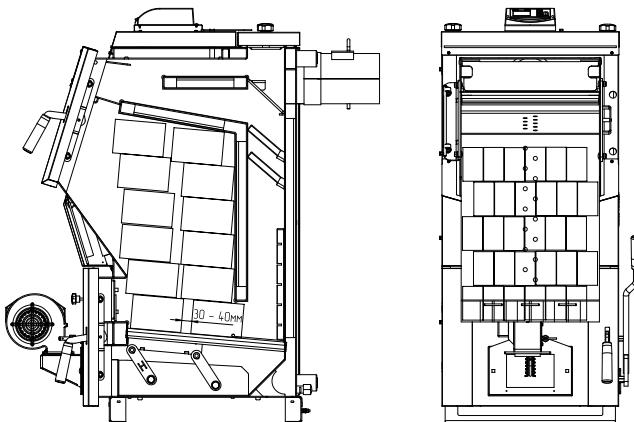
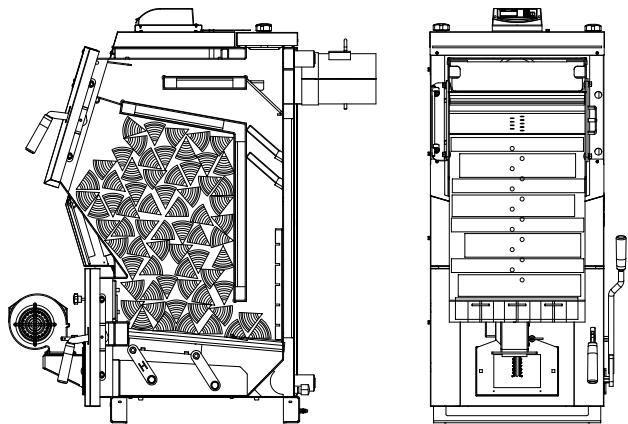
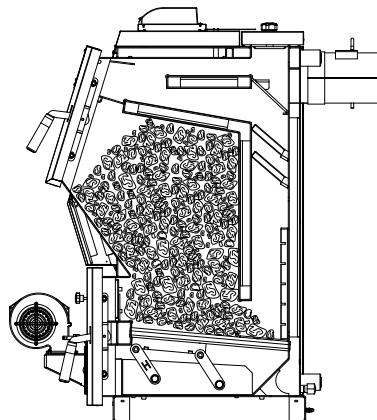

Рис.9 Схема загрузки котла древесными брикетами.
Рис.10 Схема загрузки котла дровами.
Рис.11 Схема загрузки котла углём.
- Заполнить топку котла топливом, равномерно распределяя его по всему объёму в соответствии с **Рис.9, Рис.10, Рис.11**;
- Открутить ручки (**рис.9, поз.12**);
- Снять заглушку (**рис.9, поз.11**);